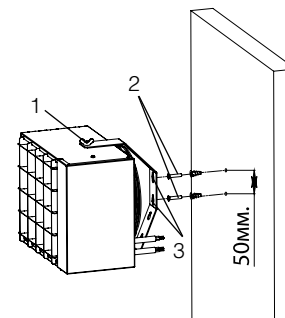
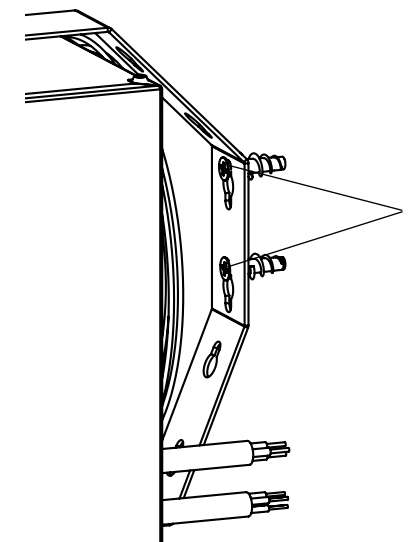

Рис.5 – Монтаж прибора на стену
Рис.6 – Паз фиксации на кронштейне подвеса.
2) Подвесить прибор (1) совместив шляпки дюбель-гвоздей (2) (не входят в комплект поставки) с проходными отверстиями на кронштейне подвеса (3) (Рис. 5) 5) Сместить в паз для фиксации (4). (Рис. 6)